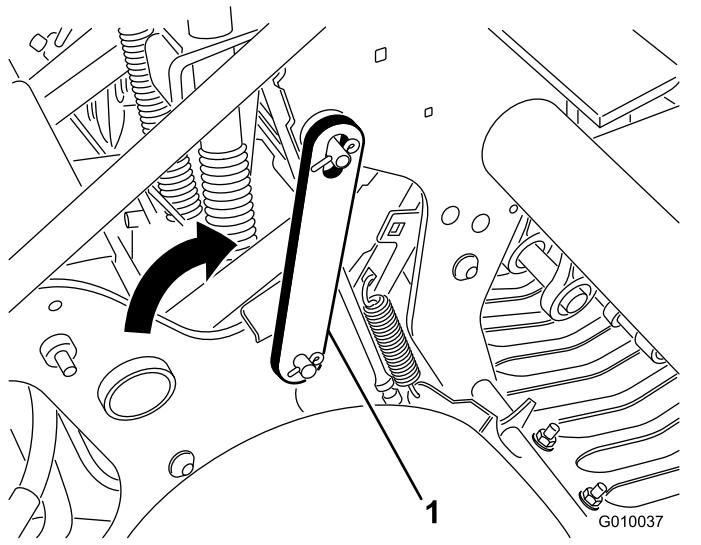

Bild 19
4. Drehen Sie den Wartungsriegel nach hinten und setzen Sie ihn in den Aerifizierkopfstift ein (Bild 19). Sichern Sie den Riegel mit dem Clipring.